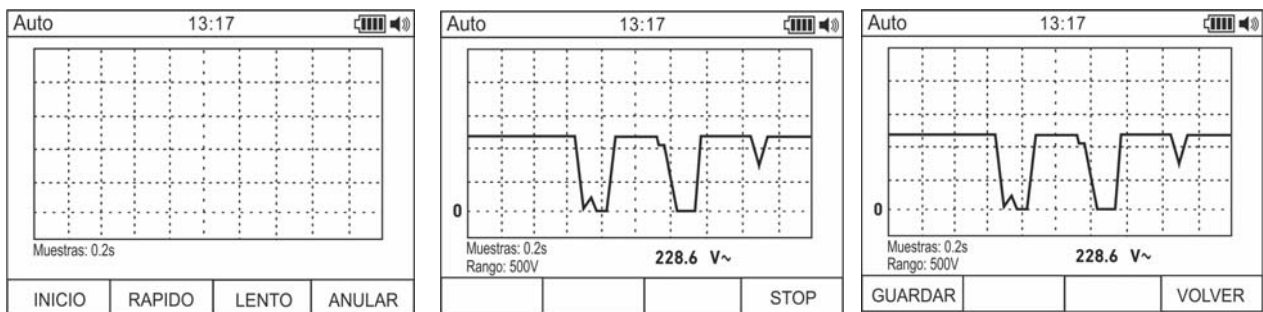

Fig. 8: Creación y guardado gráfico de una medida
1. Pulse la tecla **F1** para entrar en la sección de creación del gráfico de la magnitud en examen (vea Fig. 8 – parte izquierda)
3. Pulse la tecla **F1** para iniciar la construcción del gráfico. El rango de medida (automáticamente insertado por el instrumento) y el valor en tiempo real se muestran en el instrumento (vea Fig. 8 – parte central)
5. Pulse la tecla **F1** para guardar el gráfico en la memoria del instrumento o bien la tecla **F4** para iniciar un nuevo gráfico (vea Fig. 8 – parte derecha)